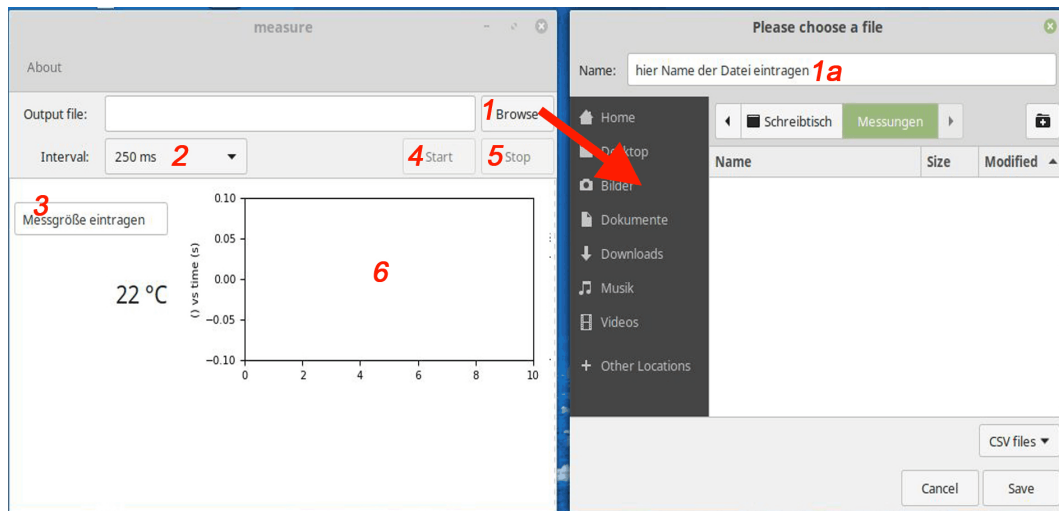

Abbildung 6: Temperaturmessung mit Measure
Abbildung 6 zeigt die Benutzeroberfläche des Programms. Bevor die Messung gestartet wird, muss unter *Browse* (1) der Name (1a) und Speicherort der Ausgabedatei (.txt oder .dat) festgelegt werden. In welchem *Intervall* die Messpunkte aufgenommen werden wird bei (2) eingestellt. Man kann wählen zwischen den Intervallen 0.25 s, 1 s, 30 s, 60 s und 600 s.